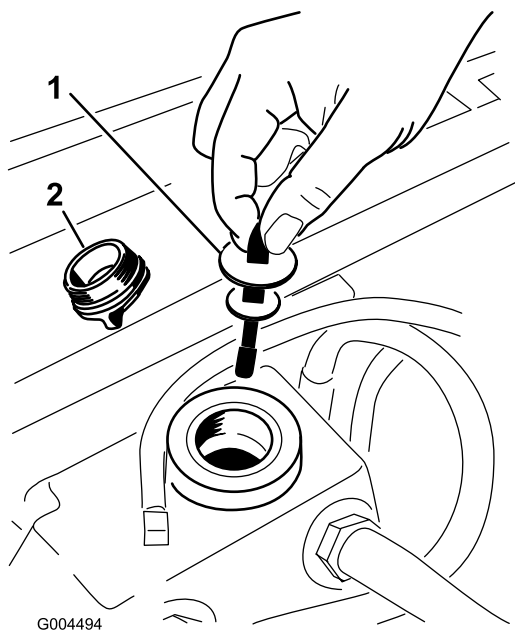

Figura 79
3. Retire el tapón de llenado de aceite hidráulico (Figura 79) del cuello de llenado.
4. Retire la varilla y límpiela con un paño limpio (Figura 79).
5. Introduzca la varilla en el cuello de llenado; luego retírela y verifique el nivel del aceite (Figura 79).